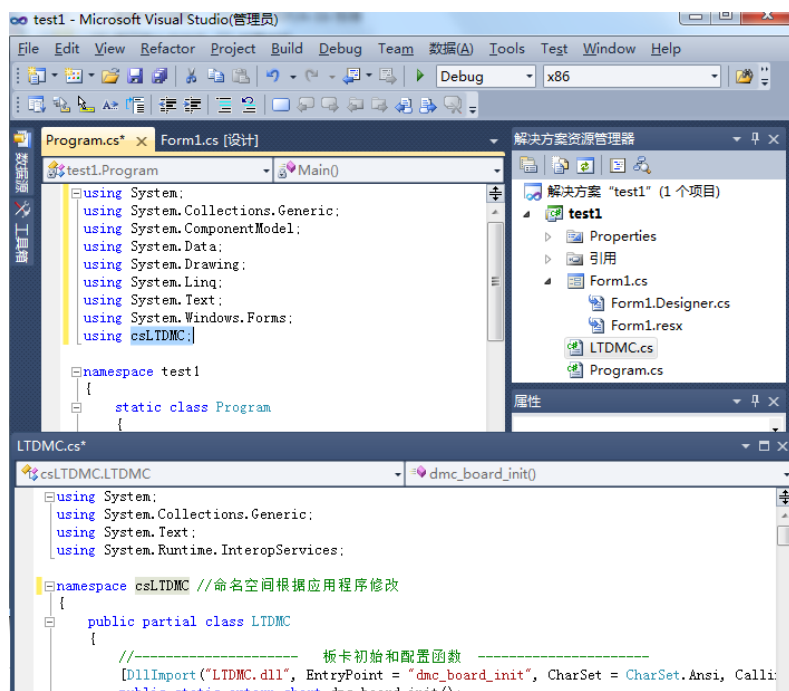

图 6.15 添加控制卡的命名空间
6) 在代码文件开头处添加控制卡的命名空间：using csLTDMC;如图 6.15 所示。